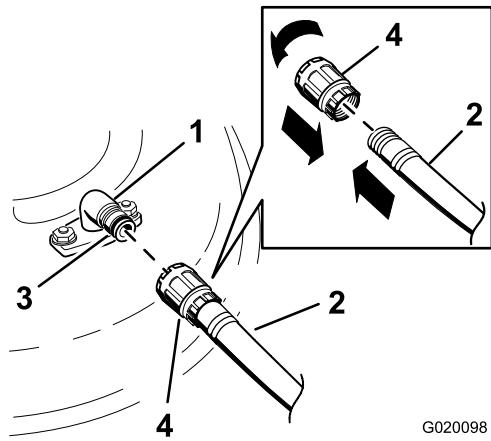

Figura 65
3. Conecte el acoplamiento de la manguera al extremo del conector de lavado del cortacésped, y abra el grifo al máximo (Figura 65).